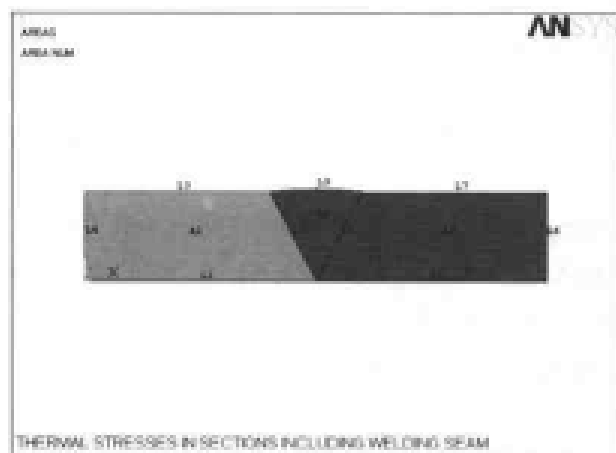
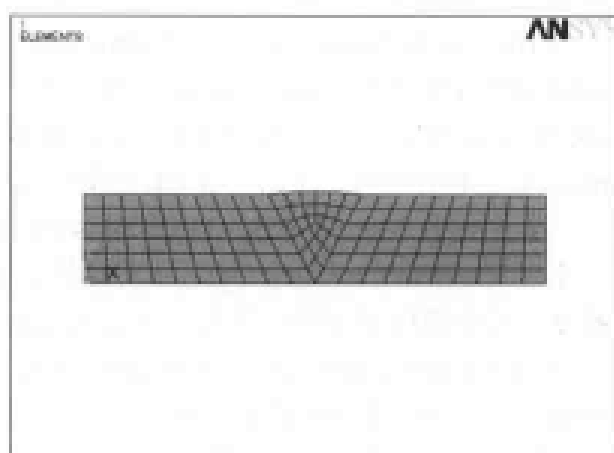

图 13-79 生成的平面几何模型结果显示
图 13-80 网格划分结果显示
(3) 选择 Main Menu | Preprocessor | Modeling | Create | Areas | Arbitrary | Through KPs 命令, 出现 Create Area thru 菜单, 在文本框中输入 1, 2, 5, 4, 单击 Apply 按钮, 在文本框中输入 2, 3, 7, 6, 单击 OK 按钮关闭该菜单。
(4) 选择 Utility Menu | WorkPlane | Change Active CS to | Global Cylindrical 命令, 将当前激活坐标系转变为柱坐标系。
(5) 选择 Main Menu | Preprocessor | Modeling | Create | Lines | Lines | In Active Coord 命令, 出现 Lines in Active 菜单, 在文本框中输入 6, 5, 单击 OK 按钮关闭该菜单。
(6) 选择 Utility Menu | PlotCtrls | Numbering 命令, 出现 Plot Numbering Controls 对话框, 选择 LINE Line numbers 和 AREA Area numbers 选项, 使其状态从 Off 变为 On, 其余选项均采用默认设置, 单击 OK 按钮关闭该对话框。
(7) 选择 Main Menu | Preprocessor | Modeling | Create | Areas | Arbitrary | By Lines 命令, 出现 Create Area by L 菜单, 在文本框中输入 2, 8, 9, 单击 OK 按钮关闭该菜单。
(8) 选择 Utility Menu | Plot | Areas 命令, ANSYS 显示窗口显示所生成的平面几何模型, 如图 13-79 所示。
(9) 选择 Main Menu | Preprocessor | Meshing | Size Cntrls | ManuaSize | Global | Size 命令, 出现 Global Element Sizes 对话框, 在 SIZE Element edge length 文本框中输入 0.05, 单击 OK 按钮关闭该对话框。
(10) 选择 Main Menu | Preprocessor | Meshing | Mesh | Areas | Mapped | 3 or 4 sided 命令, 出现 Mesh Areas 菜单, 在文本框中输入 1, 2, 3, 单击 OK 按钮关闭该菜单。
(11) 选择 Utility Menu | Plot | Elements 命令, ANSYS 显示窗口显示网格划分结果, 如图 13-80 所示。